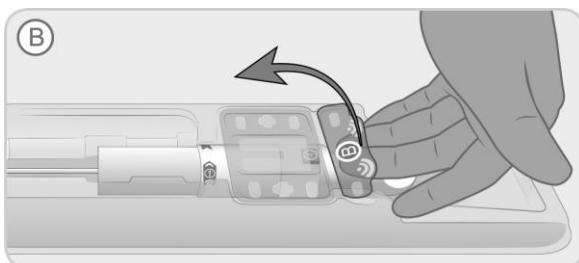

Figura 3. Rimuovere il coperchio asportabile del vassoio.
- B. Sollevare il piccolo coperchio asportabile del vassoio, indicato sul vassoio con la lettera "B", afferrandolo dalla linguetta come mostrato in Figura 3 e rimuoverlo completamente.